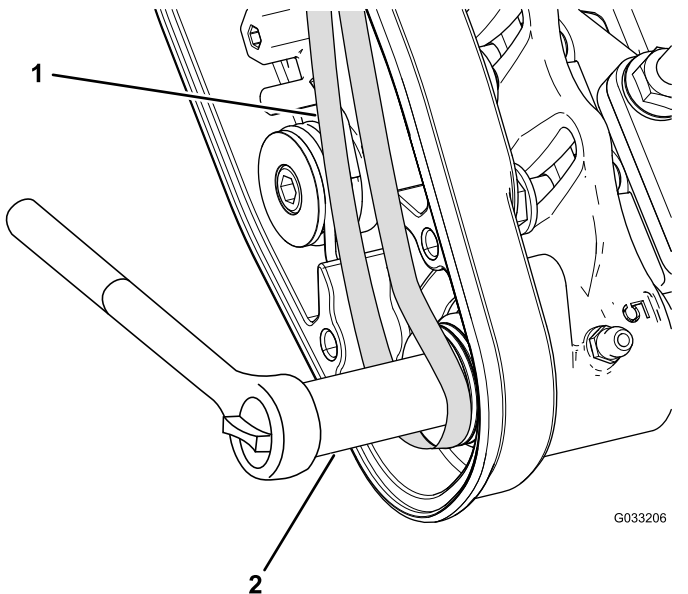

图27
C. 使用深套管9/16英寸旋转滚筒刷组件并把皮带引入从动皮带轮 图27。